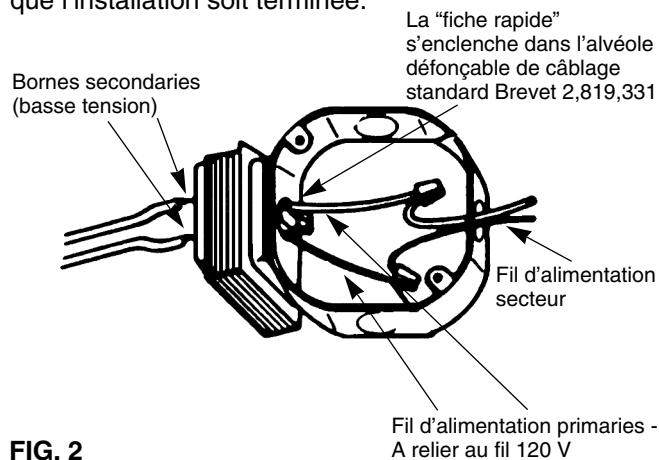

FIG. 2
1. Voir la figure 2. Installer les transformateurs sur des boîtes de jonction métalliques standard ou sur le boîtier des disjoncteurs. Les transformateurs sont munis d'une patte d'installation pour qu'ils puissent être fixés dans une alvéole défonçable de 7/8 po. Ils doivent être placés au sous-sol, dans la chaufferie ou à tout autre endroit accessible. **Ne pas les installer dans le grenier.**
Voir la Figure 2.